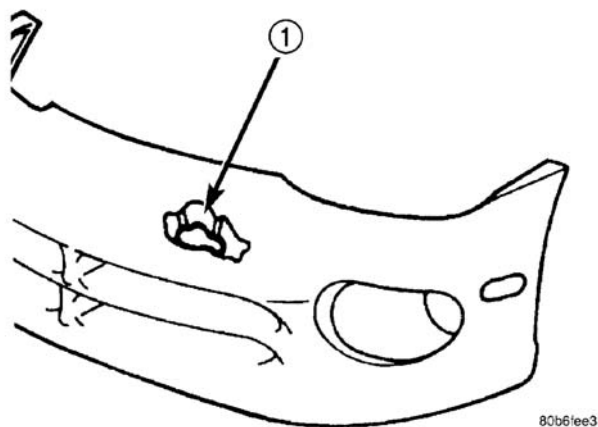
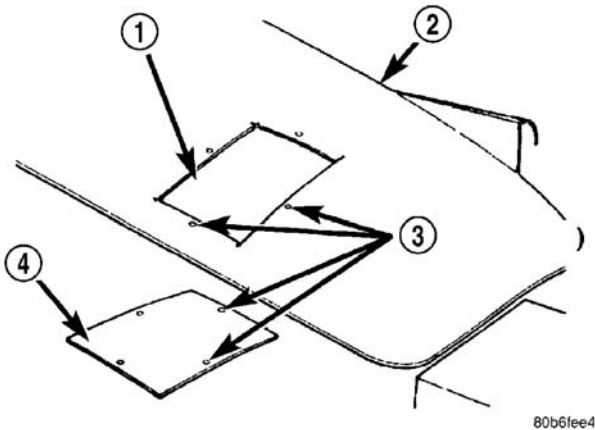

图 6 损坏部件
图 7 损坏车身板的切除和修补片
识别修理类型：穿透板的刺破或裂纹。损坏局限在一个一般区域；不需要将板截断。然而必须从后面粘接背板、开式玻璃纤维带或编织材料（图 7）（图 6）。
明显戳穿损坏的车身板可通过剪掉受损材料的方式来修理（图 7）。用一个合适的往复锯或切割轮去除损坏的车身板。切掉的车身板可作为一个样板来制成一个新的修补片。不需要触及板的背后就可安装一个修补片。以 20 度的斜角剪切边缘，使在外侧露出较大的粘接区域。这可增大加固区域。
- (1) 按照车身板中剪切出孔的尺寸，制成一个纸或纸板图样。
- (2) 从图形的边缘剪掉 3 mm (0.125 in.)，使修补片在连接面之间有一个间隙。
- (3) 以该图样为样板，按尺寸剪切修补片。
- (4) 将修补片的废料剪切成 50 mm (2 in.) 方块，用作修补片支撑，使修补片支撑在切口中。
- (5) 在距切削孔边缘里面 13 mm (0.5 in.) 处钻出 4 mm (0.160 in.) 孔（图 7）。